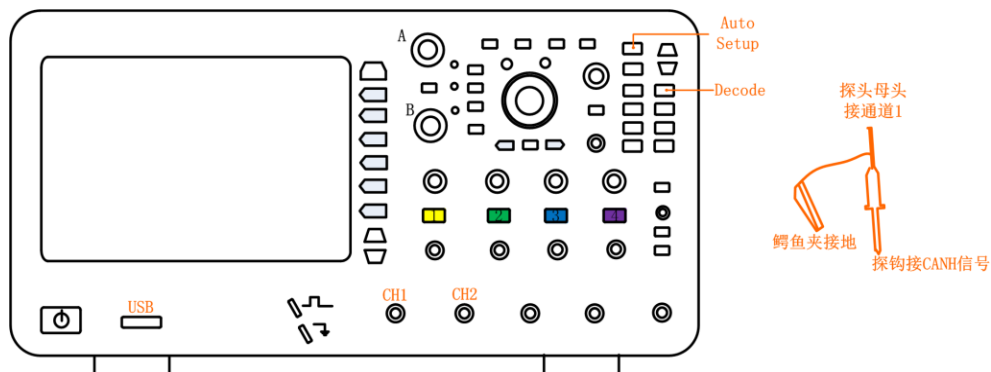

图 15.4 接入 CANH 协议
- 1、通道 1 接入一个 CANH 协议信号，如下图 15.4 所示，点击【Auto Setup】一键捕获，让波形以较好的效果显示在界面；